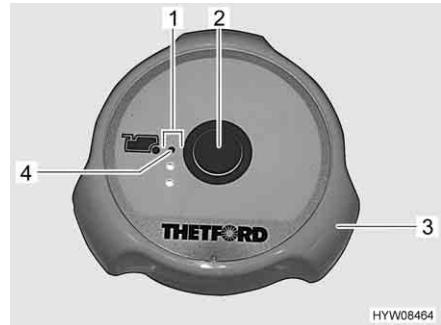

Fig. 181 Pulsante dello sciacquone/spie di controllo (toilette Thetford)
- Prima di tirare l'acqua, aprire il cursore della toilette Thetford. A tal fine ruotare la maniglia girevole (Fig. 181,3) in senso antiorario.
- Per sciacquare premere il pulsante blu (Fig. 181,2).
- Dopo aver tirato l'acqua chiudere il cursore. Ruotare la maniglia girevole (Fig. 181,3) in senso orario.
Le spie di controllo (Fig. 181,1) indicano il livello del serbatoio fisso. Quando si accende la spia di controllo rossa (Fig. 181,4), il serbatoio fisso deve essere svuotato.